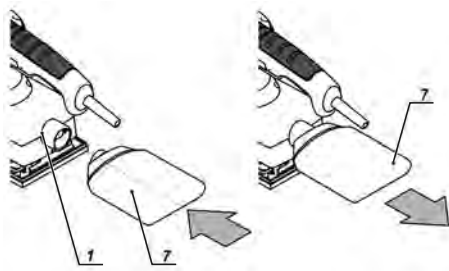

fig. 5 - dibujo demostrativo para montaje y desmontaje del depósito de polvo
Para montar el depósito de polvo (7), conéctelo en la conexión para el depósito de polvo (1), fig. 5.